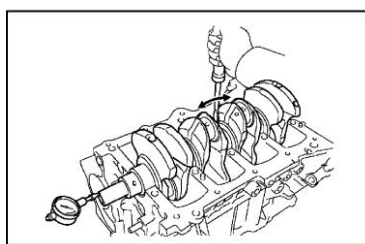

Рисунок II-201
6. Передвигайте коленчатый вал вперед и назад шлицевой отверткой без приложения больших усилий до начала снятия нижних крышек шатунов и блока коренных крышек, чтобы измерить осевой зазор микрометром. Зазор измеряется от начального положения коленвала, после снятия нагрузки перемещения, до конечного положения после перемещения и снятия нагрузки. ((см. Рисунок II-201))